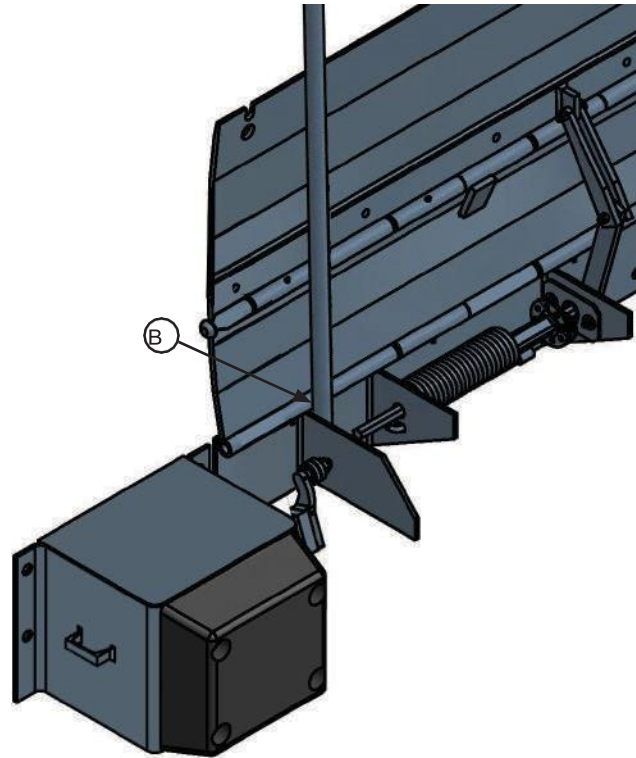

Figura 17
Coloque la manija (A) en la posición de prop de mantenimiento (B) tirando de la manija fuera del conjunto del brazo ranado y colocándola en el receptor de prop de mantenimiento (B). Consulte la Figura 17.